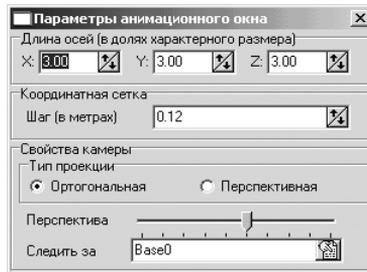

Рис. 1.116. Диалоговое окно **Параметры анимационного окна**
- щелкните в контекстном меню по пункту **Параметры окна**. Появится диалоговое окно **Параметры анимационного окна**, изображенное на рис. 1.116.